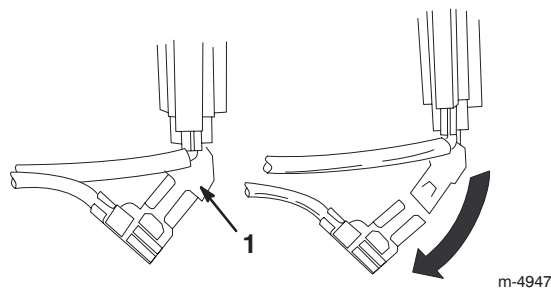

Figure 25
6. Débranchez le clip du fil de terre vert sous le starter (Fig. 25).